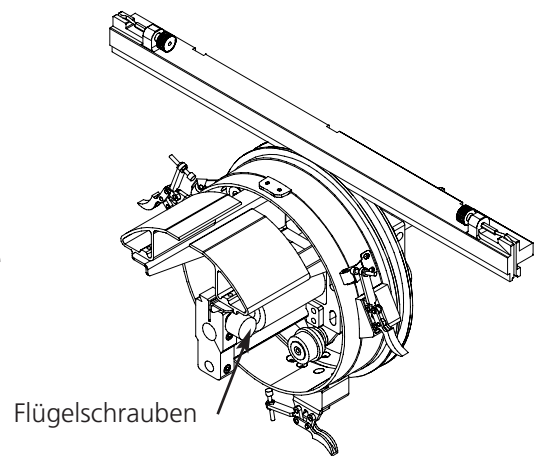

Abbildung 3-4
7. Die Flügelschrauben an der hinteren Befestigungsschelle und an der Schwalbenschwanzschelle des Antriebs festziehen (siehe Abb. 3-4).